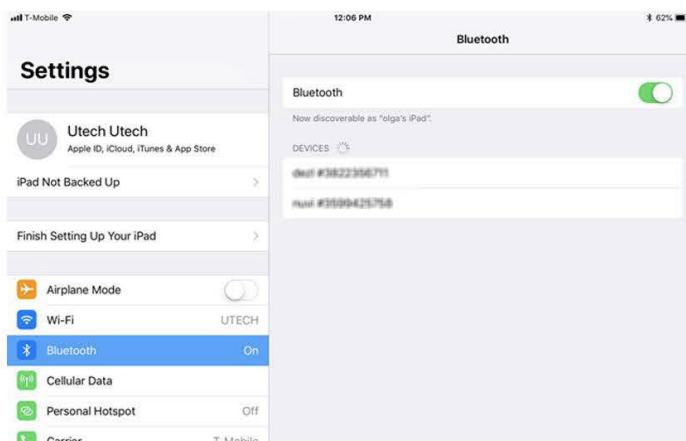

IMAGEN 6
5. Asegúrate de que el Bluetooth de tu dispositivo celular esté “Encendido”. Para verificar o modificar el estado de Bluetooth, por favor, dirígete a la “Configuración” de tu dispositivo celular, selecciona “General”, pulsa “Bluetooth” y gira el botón “Encendido” para activar el Bluetooth (imagen 6).